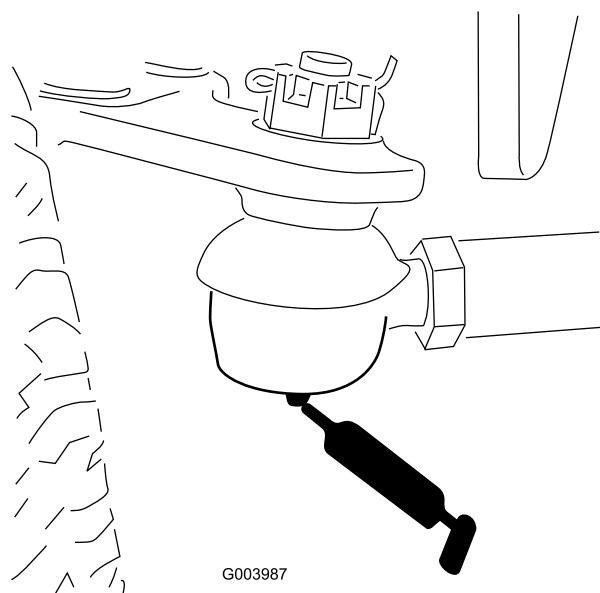

Figure 34
- Bielle d'essieu arrière (2) (Figure 34).